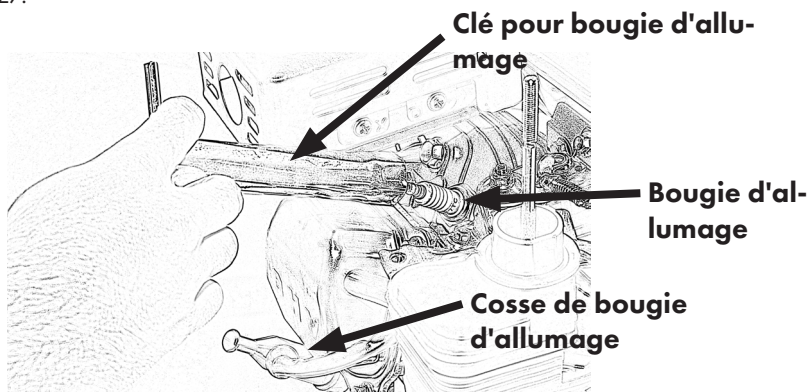

Figure 27
- Retirez la cosse de la bougie d'allumage et desserrez la bougie à l'aide de la clé à bougie, fig. 27.